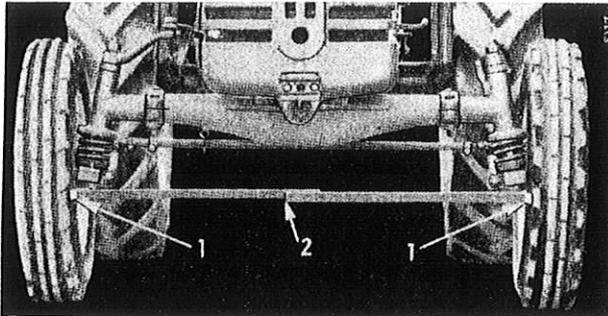

Bild 29
Die Vorderräder müssen 3–5 mm vorspurern. Zunächst ist der Abstand vorn an der inneren Felgenkante in halber Höhe des Rades zu messen (1) und (2), Bild 29.